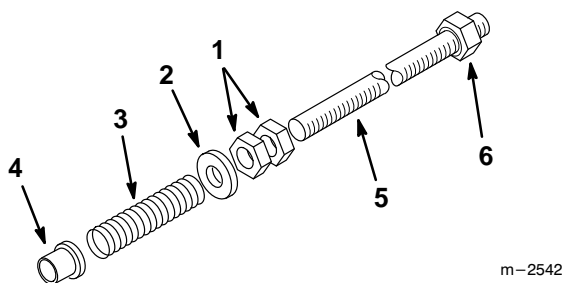

Figure 7
4. Visser 2 contre-écrous de 12,7 mm (1/2") à environ 23 cm (9") sur chaque tige de réglage (Fig. 7).
5. Insérer une entretoise de 12,7 mm (1/2"), un ressort et un coussinet sur chaque tige de réglage, en plaçant la collerette du coussinet du côté du ressort (Fig. 7).